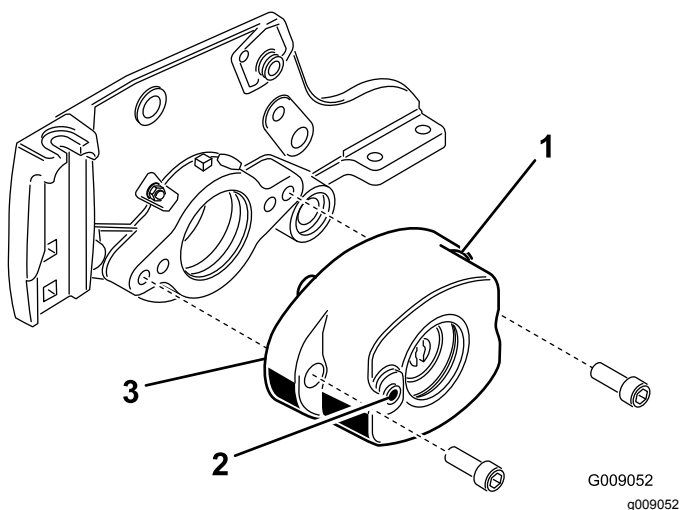

Figura 6
5. Monte a estrutura da escova do rolo na estrutura dos rolamentos do cilindro com 2 parafusos de cabeça allen (3/8 pol. x 1 pol.) (Figura 6). Posicione a estrutura da escova do rolo de forma a que o furo roscado fique virado para a frente da unidade de corte.